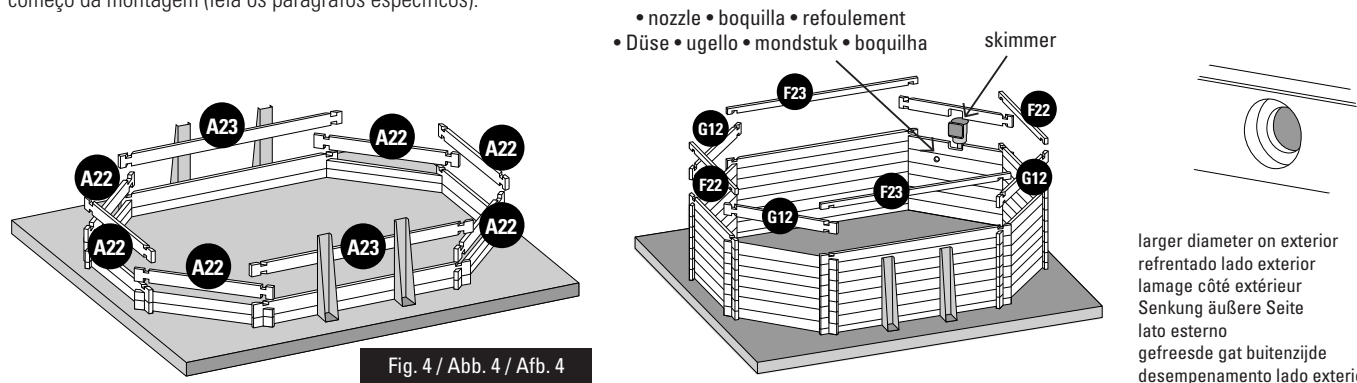

Fig. 4 / Abb. 4 / Afb. 4
3rd LAYER OF BOARDS: Install the third layer of boards as shown in figure 4. The position of the refilling fitting with the key and the skimmer should be defined at the start of the assembly (read the specific paragraphs).
3ÈME RANGÉE MADRIERS : Positionnez les madriers de la 3ème rangée conformément à la figure 4. Vous devez avoir déterminé l'emplacement de la buse de refoulement et du skimmer dès le début du montage (voir paragraphes spécifiques).
3. BRETTERREIHE: Platzieren Sie die Bretter der dritten Reihe laut Abb. 4. Zu Beginn der Montage müssen Sie die Lage des Druckventils und des Skimmers festlegen (lesen Sie hierzu die entsprechenden Abschnitte).